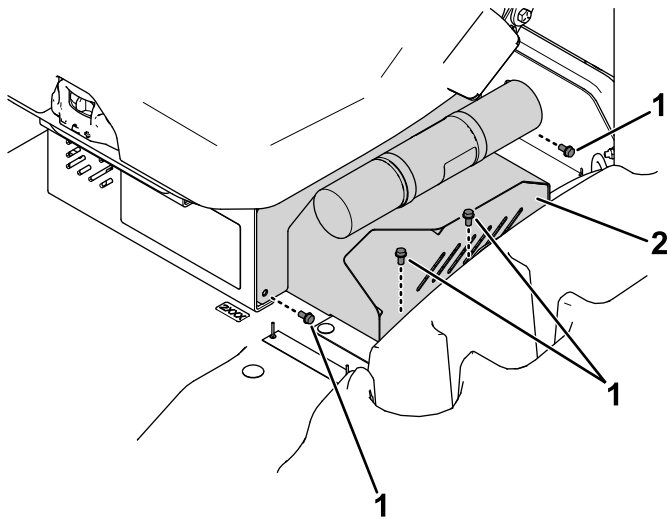

Figura 12
2. Remova a tampa do cabo do carregador (Figura 12)
3. Instale a tampa do cabo do carregador (Figura 12).